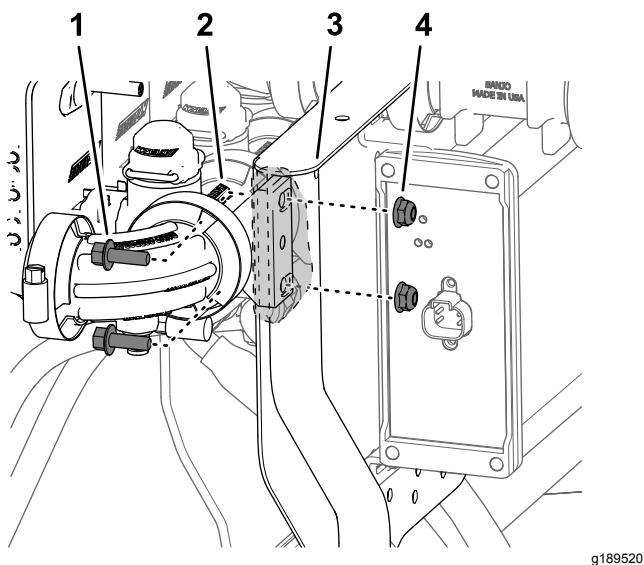

図 66
3. ノズルバルブ10番をバルブマウントに取り付ける 図 66ステップ 2 マニホールドマウントからブームバルブを外す (ページ 23)で取り外したフランジヘッドボルト $\frac{1}{4}$ " x  $\frac{3}{4}$ " 2本とフランジロックナット $\frac{1}{4}$ " 2個を使用する。